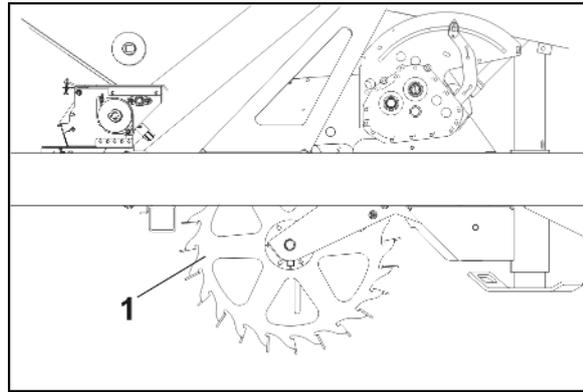

Fig. 24
- La roue d'entraînement entraîne via le boîtier Vario les tambours de dosage dans le doseur de semence (Fig. 24).